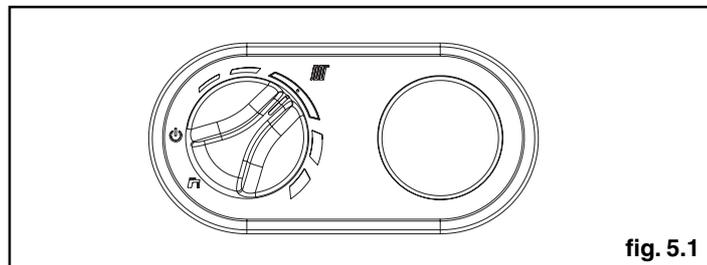

fig. 5.1
- portare il selettore di funzione su **INVERNO** (inverno) (fig. 5.1)